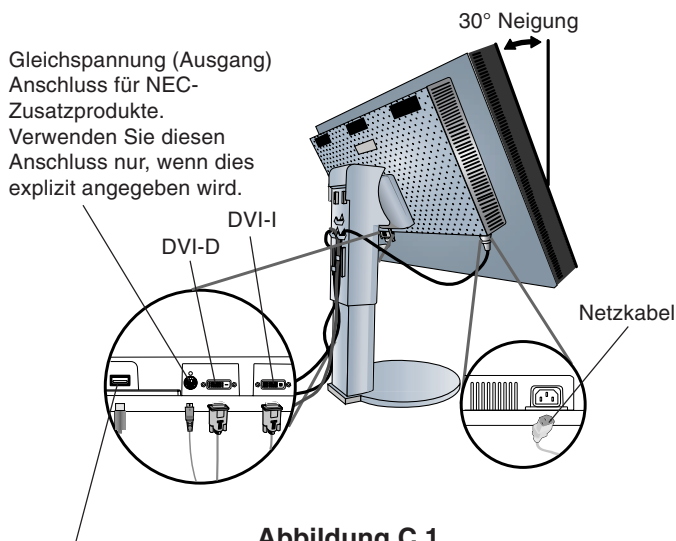

Abbildung C.1
3. Fassen Sie den LCD-Bildschirm auf beiden Seiten an, neigen Sie ihn in einem Winkel von 30 Grad und heben Sie ihn in die höchste Position (**Abbildung C.1**).
4. Verbinden Sie alle Kabel mit den entsprechenden Anschlüssen (**Abbildung C.1**).